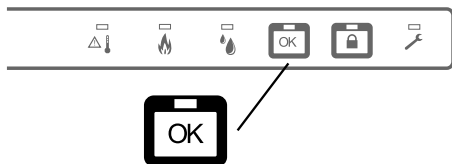

Fig. 11
2. Trykk og hold OK-symbolet, Fig. 11.